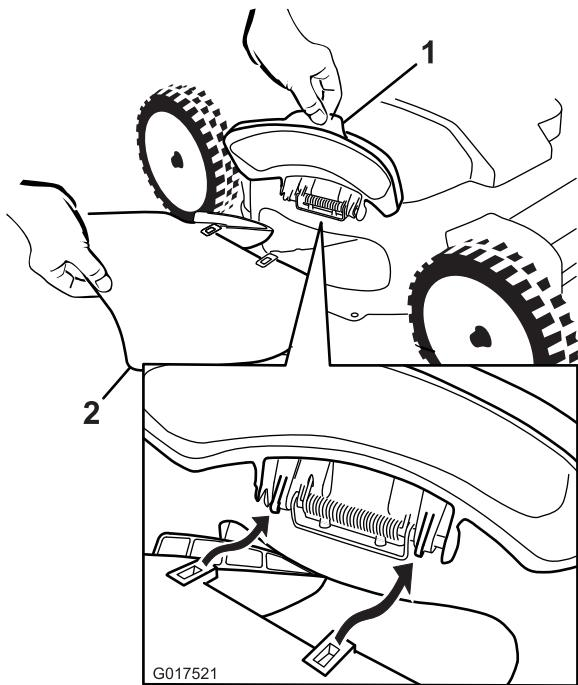
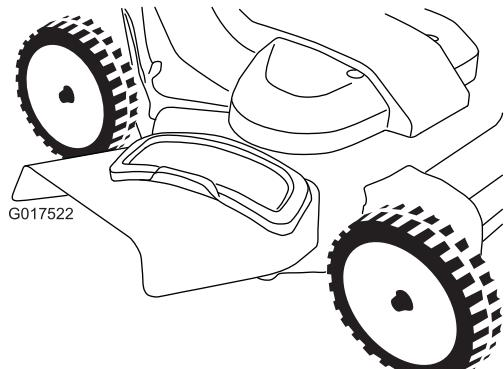

Figura 27
Figura 28
- Levante el deflector de descarga lateral (Figura 27).
- Instale el conducto de descarga lateral según se muestra en Figura 27 y Figura 28, y cierre el deflector sobre el conducto.